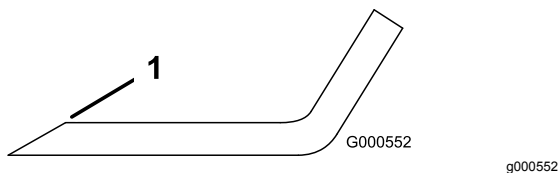

Figura 103
1. Utilice una lima para afilar el filo de corte en ambos extremos de la cuchilla (**Figura 103**).
Nota: Si la cuchilla no está equilibrada, rebaje algo el metal en la parte de la vela solamente (**Figura 103**).